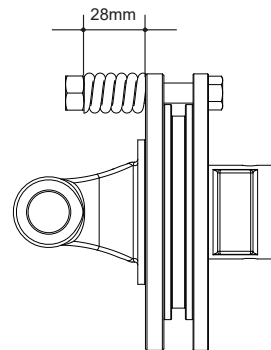

FIGURA 15
Com o tempo de uso, a medida que o acionamento da embreagem se tornar mais frequente sem a ocorrência de sobrecargas, é necessário reajustar a pressão das molas (1), mantendo o ajuste de 28 mm (ver figura 15), para compensar o desgaste dos discos (2), mantendo o funcionamento da embreagem adequadamente.